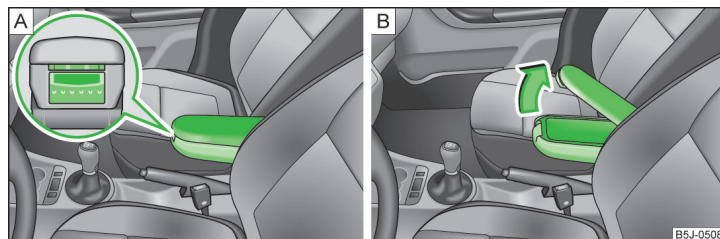

Fig. 90 Apoyabrazos: Compartimento guardaobjetos/abrir el compartimento guardaobjetos
- » Pulse la tecla inferior en el lado frontal del apoyabrazos » fig. 90 - [A].
- » Pulse la tecla superior y abra la tapa del compartimento guardaobjetos hacia arriba » fig. 90 - [B].